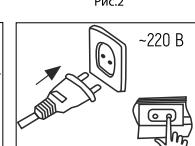

Рис.2
- Вставьте светильник в держатели до щелчка. Убедитесь что светильник надежно закреплен. [рис.2].